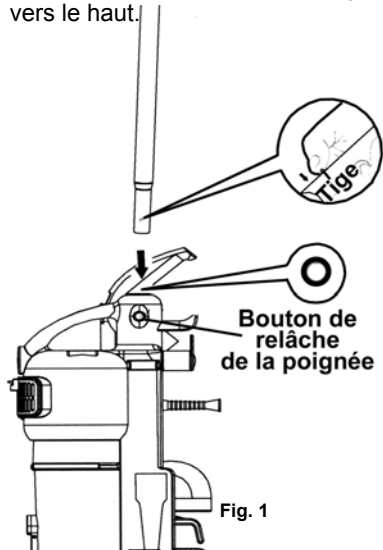

Fig. 1
- Insérez la poignée dans l'orifice du haut de l'appareil. Assurez-vous que la fente de la poignée s'insère correctement dans l'ouverture (Fig. 1).